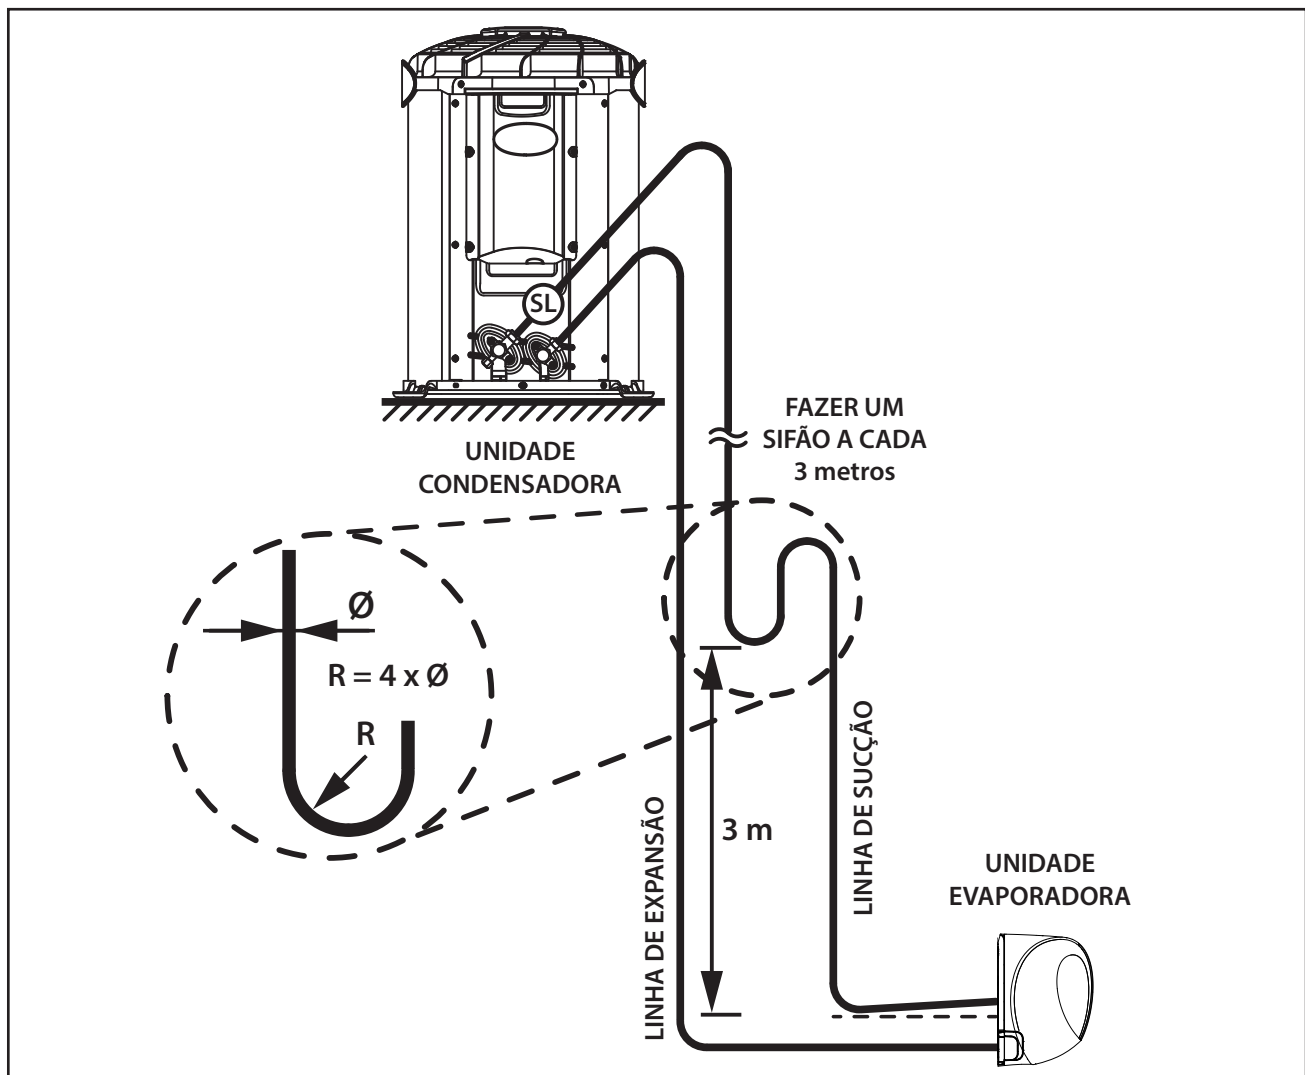

FIG. 21 - INSTALAÇÃO LINHAS DE INTERLIGAÇÃO
- 1º Quando a unidade condensadora estiver em um nível superior ao da unidade evaporadora, fazer sifões nas subidas da linha de sucção a **cada 3,0 metros**; considerando desde a saída da evaporadora (Fig. 21).
- 3º Quando a unidade condensadora estiver em um nível superior ao da unidade evaporadora, fazer sifões nas subidas da linha de sucção a **cada 3,0 metros**; considerando desde a saída da evaporadora (Fig. 21).
- 4º Inclinare as linhas horizontais de sucção no sentido do fluxo (Fig. 21).